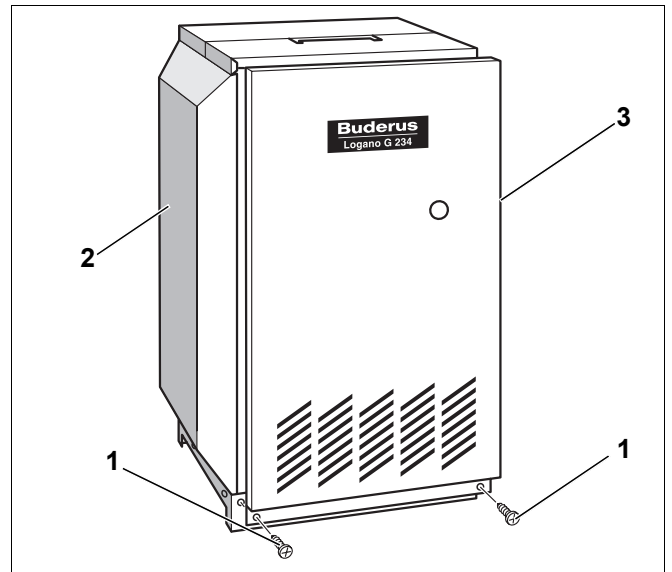

Fig. 8 Înlăturați peretele frontal al cazanului
- Înlăturați șurubul de siguranță (Fig. 8, **Poz. 1**) al peretelui despărțitor (Fig. 8, **Poz. 3**) al cazanului.
- Demontați (Fig. 8, **Poz. 3**) peretele frontal al cazanului. Pentru aceasta ridicați ușor peretele frontal al cazanului și împingeți-l în față.